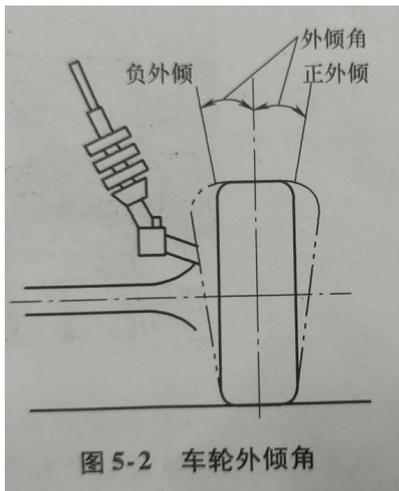

图 5-2 车轮外倾角
2. 车轮外倾角：车轮外倾角是指从汽车前面看车轮时，轮胎的中心线与铅垂线的一个夹角，如图 5-2 所示。车轮安装时并不是完全垂直于地面的，从图中可以看出，当车轮顶部向汽车外部倾斜时称为正外倾角，反之称为负外倾角。当汽车转向时，正外倾角可帮助车轮回正，负外倾角可防止轮胎侧滑，加大转向阻力，其中大多数乘用车采用倾角，而很多赛车则采用负外倾角。外倾角的作用是保证轮胎磨损均匀，减轻轮毂外轴承的磨损，提高车轮工作时的安全性。车轮外倾角和前束角是汽车四轮定位中两个重要的参数，而前束角是用来平衡和协调车轮外倾角的，保证车辆轮子作纯滚动和直线行驶。